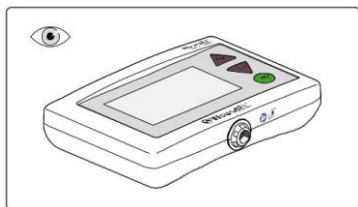

Figure 33. Contrôlez l'appareil de tous les côtés.
1. Vérifiez le dispositif WoundEL® sur tous les côtés et les ports de connexion pour les signes visibles de saleté voir Figure 33.